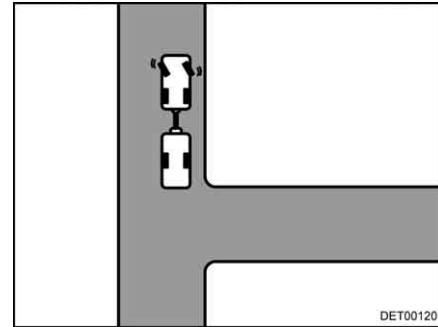

Bild 19 Styr åt vänster
- Vrid ratten åt vänster när fordonet står still (Bild 19).